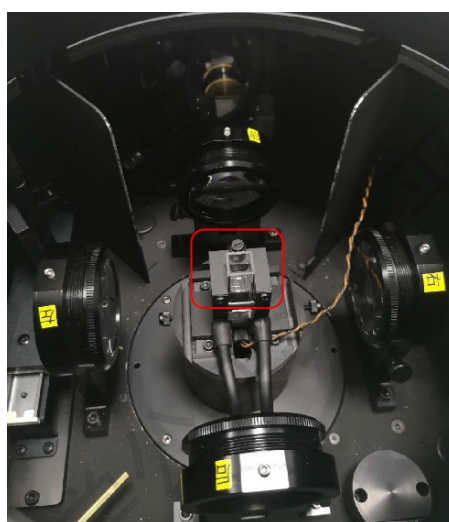

图 6-6 装载液体样品池
(2) 将比色皿如图 6-6 所示, 放入液体样品支架, 完成液体样品的上样。